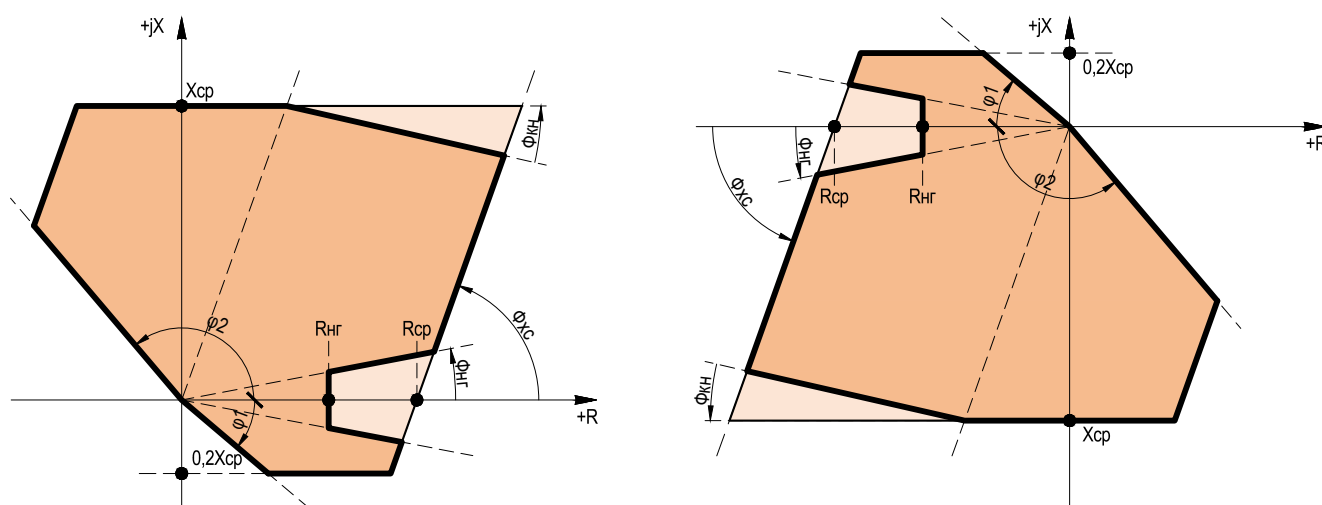

Рисунок 2.2 – Характеристики срабатывания реле сопротивления прямонаправленных и обратнонаправленных ступеней ДЗ
2.2.1.20 Ступени ДЗ предусматривают работу в направленном режиме. Если предусмотрен контроль направленности при АУ (уставка SGF4 введена в работу), то наличие сигнала «АУ: Ввод ускорения» позволяет выполнить пуск ступени ДЗ на момент включения выключателя без контроля направления. В каждой ступени ДЗ предусмотрена возможность выбора направленного режима работы контуров. Контроль направленности осуществляется с помощью уставки SGF3. Для обеспечения строгой направленности действия ступени, используется орган направления (ОН). Направление действия меняется в зависимости от положения уставки «Ненаправленная», «Прямо направленная», «Обратно направленная». Характеристики срабатывания прямонаправленных и обратнонаправленных ступеней ДЗ приведены на рис. 2.2.